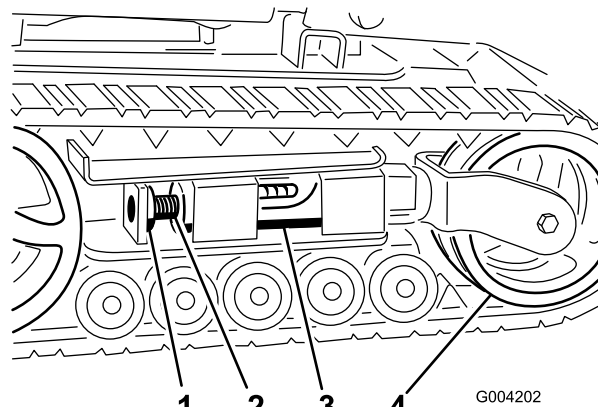

Рисунок 45
3. Отвинтите зажимной болт и гайку (Рисунок 45).
5. Совместите ближайшую выемку в натяжном винте с отверстием в зажимном болте и закрепите винт при помощи зажимного болта и гайки (Рисунок 45).
4. Используя сменную головку размером 1/2 дюйма, ослабьте натяжение привода, вращая натяжной винт по часовой стрелке (Рисунок 45 и Рисунок 46).
- Отвинтите зажимной болт и гайку (Рисунок 45).
- Используя сменную головку размером 1/2 дюйма, ослабьте натяжение привода, вращая натяжной винт по часовой стрелке (Рисунок 45 и Рисунок 47).